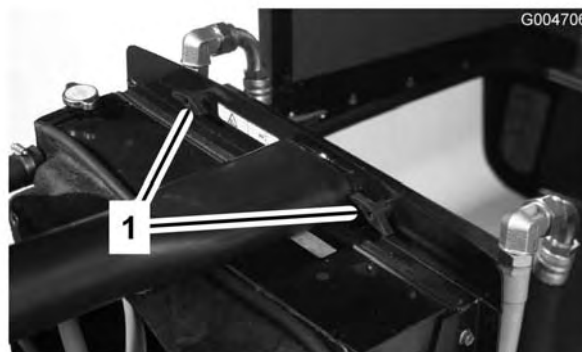

Figura 62
2. Togliete le manopole (Figura 62) che fissano il radiatore dell'olio al telaio.